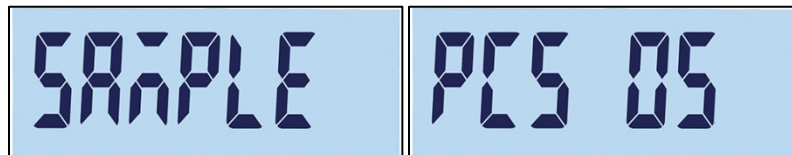

Abbildung 2-17: Referenznummer
1. Drücken Sie die Funktionstaste ZÄHLEN . Es erscheint „SAMPLE“ (Probe) auf der Anzeige und danach „PCS 05“, siehe Abbildung 2-17.